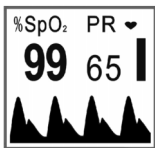

Abbildung 4 Die PR
4. Dann gelangen Sie auf die Datenabbildungsseite (siehe Abb. 4). Von dieser Seite aus kann der Bediener die erfassten Werte und die Wellenform ablesen.